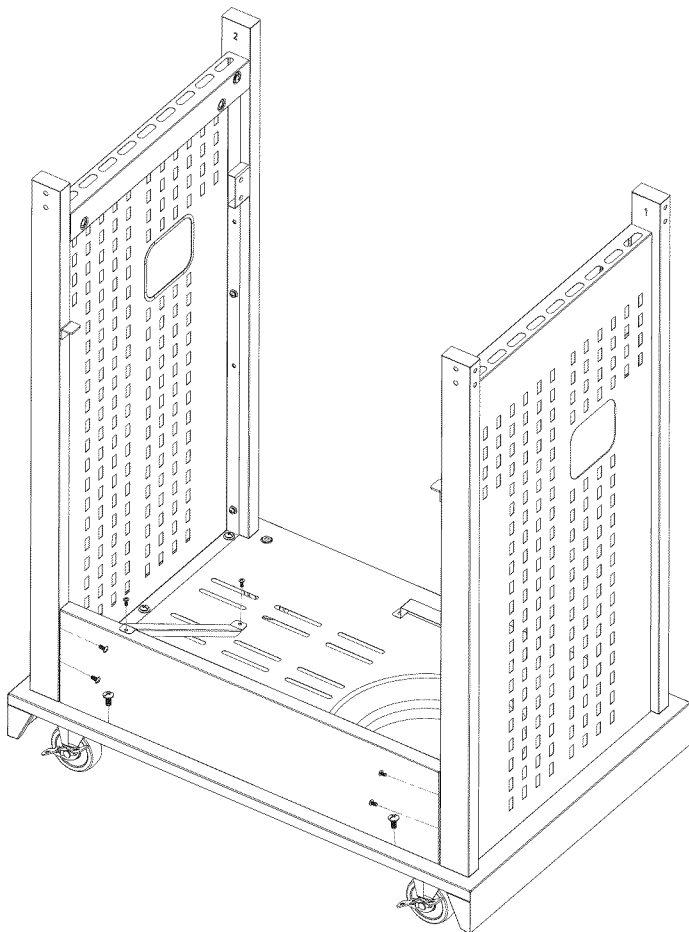

Fig. 5a
1. Sujete el panel trasero al estante inferior con dos (2) tornillos M6 x 13 como se señala en la **Fig. 5a**.
2. Sujete el panel trasero a los estantes laterales izquierdo y derecho con cuatro (4) tornillos M5 x 10 como se indica en la **Fig. 5a**.
3. Sujete la barra deflectora del tanque al panel trasero y el estante inferior con dos (2) tornillos M4 x 10 como se indica en la **Fig. 5a**.